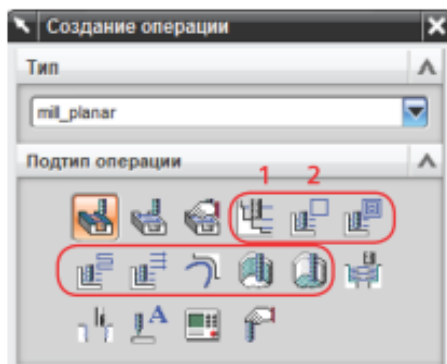

Рисунок 5.1 – Група операцій mill_planar
Команди операцій FACE_MILLING знаходяться в групі mill_planar (рис. 5.1). Їх вісім, але всі вони представляють одну і ту ж операцію з налаштованими параметрами. Найбільш часто використовуються базова операція PLANAR_MILL (1) і операція PLANAR_PROFILE (2).